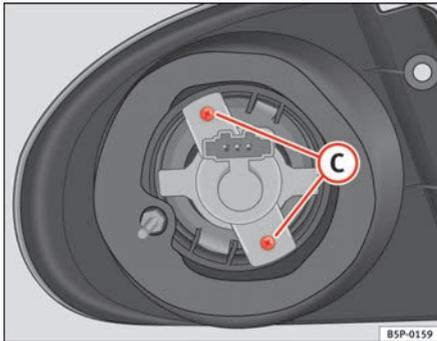

Fig. 192 Feu clignotant
- Dévissez les vis ⇒ page 275, fig. 192 C des porte-lampes et tirez dessus.
- Dévissez les vis ⇒ fig. 192 C des porte-lampes et tirez dessus.